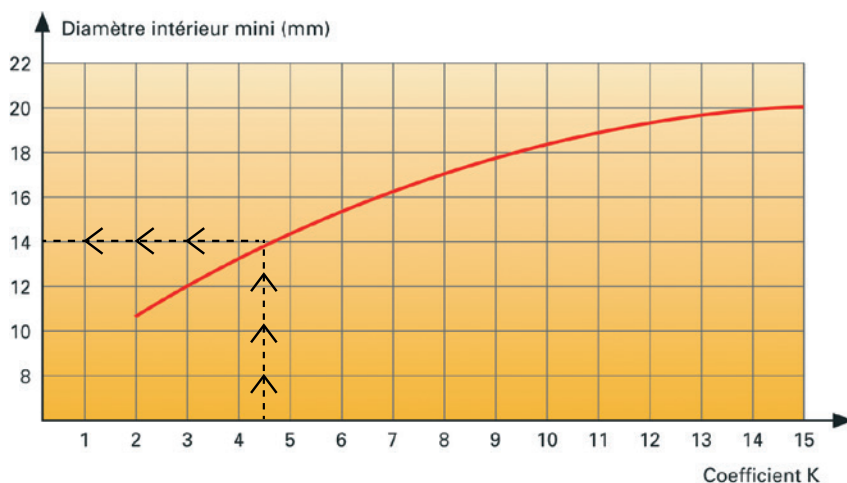

Figure 4 : Abaque de détermination du diamètre intérieur en fonction de la somme des coefficients K.
- lire le diamètre intérieur minimum sur l'abaque (figure 4).